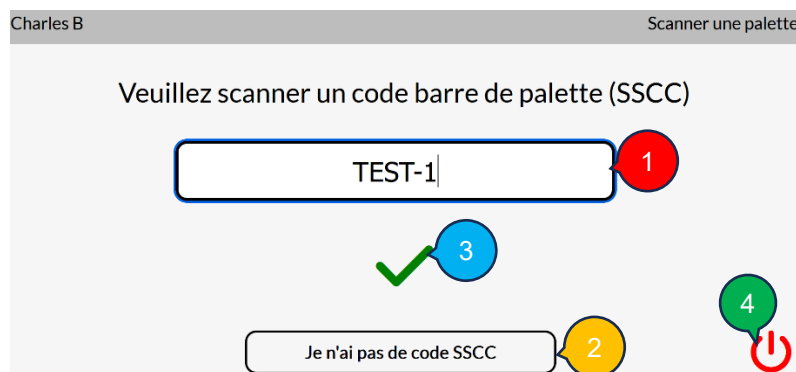
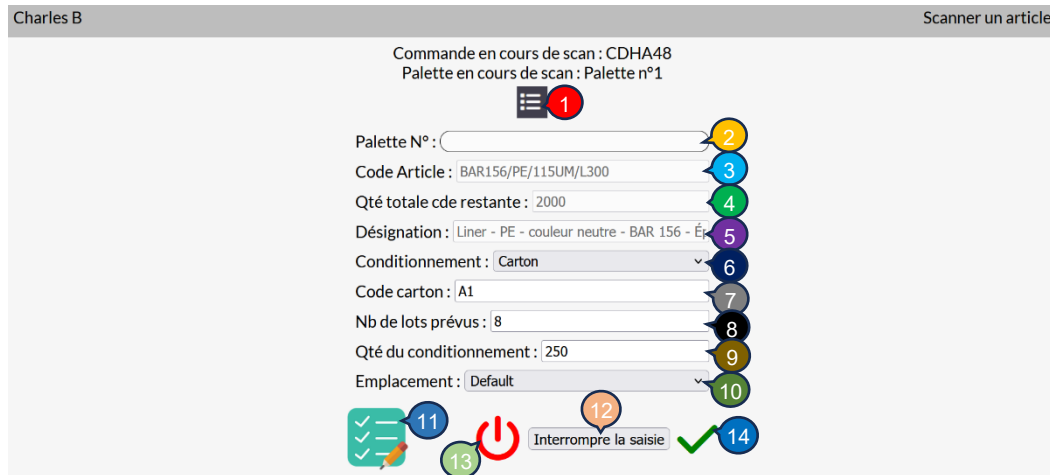
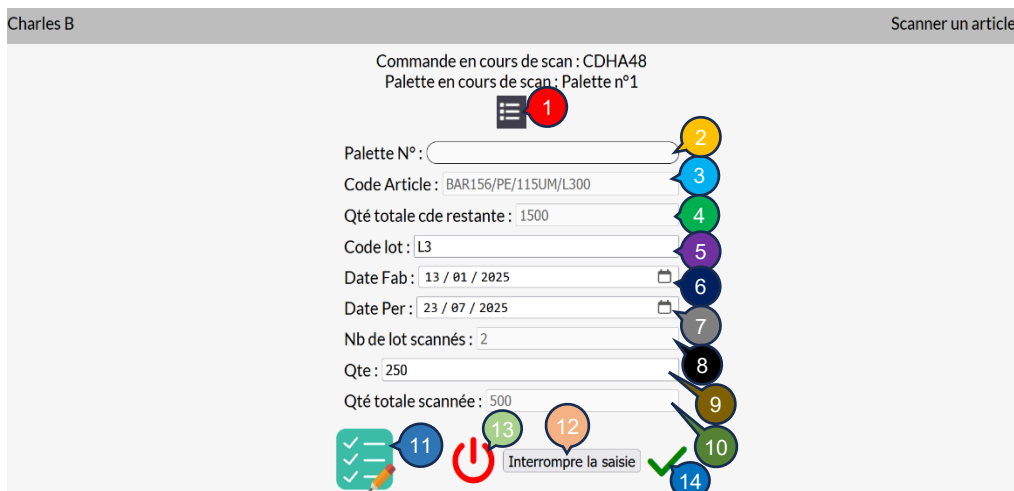

Figure 7 - Écran de scan d'une palette
Figure 8 – Écran de scan d'un article (partie en-tête)
Figure 9 – Écran de scan d'un article (partie saisie)
6 : Bouton de validation qui vous redirigera vers l'écran de scan de palette (voir Figure 7 p10) sauf si une palette est déjà en cours de saisie alors cela vous mène directement à l'écran de scan d'un article (voir Figure 8 p11).
2 : Bouton permettant de créer une palette sans code associé. Il vous mènera directement à la suite (voir Figure 8 p11) tout comme le bouton valider (**3**).
3 : Bouton de validation vous menant vers la partie de saisie (voir Figure 8 p11).
7 : Champ du code carton permettant de le saisir ou de le scanner (il est le champ automatiquement visé à l'arrivée sur la page). Si vous scanner dans ce champ cela validera le formulaire de saisie de cette page et donc tentera de passer à la partie suivante de la saisie (voir Figure 9 p12).
14 : Bouton de validation. Si tous les éléments nécessaires sont bien remplis alors passe à la deuxième partie du formulaire (voir Figure 9 p12).
1 : Bouton de retour qui vous mènera à l'écran précédent c'est-à-dire soit le scan d'article partie en-tête (voir Figure 8 p11) soit le scan d'article partie saisie (voir Figure 9 p12).
- 1** : Bouton qui vous mènera de nouveau à la partie saisie (voir Figure 8 p11).
- 3** : Bouton qui vous mènera sur l'écran de scan de palette (voir Figure 7 p10).
- 1** : Bouton qui placera la palette sélectionnée comme étant celle active en saisie puis vous mènera directement vers l'écran de saisie d'article (partie en-tête) (voir Figure 8 p11).